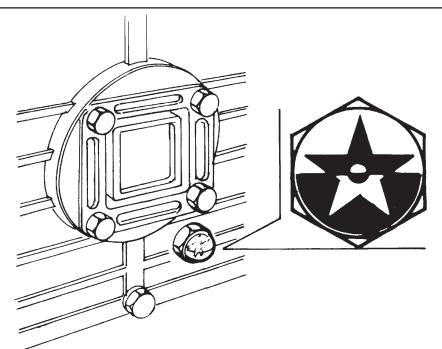

fig. 1
- bij gesmeerde compressoren het olieniveau door het doorzichtige deksel controleren (*Fig. 1*); de rode punt in het midden geeft het ideale niveau aan (in geval van afwijkend niveau zie paragraaf "Onderhoudsingrepen");